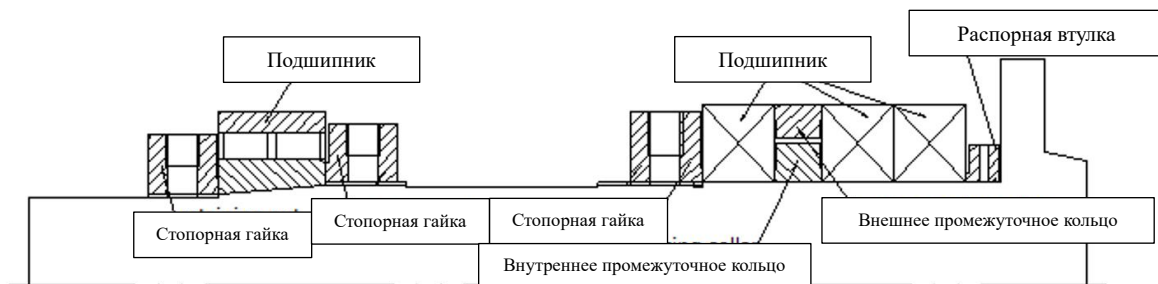

Рис. 8 Общий вид
При регулировке подшипника шпинделя на горизонтальном токарном станке с ЧПУ серии NEXUS 42(M) необходимо извлечь втулку шпинделя. Как показано на Рис. 8, открутите левую стопорную гайку (правосторонняя резьба),